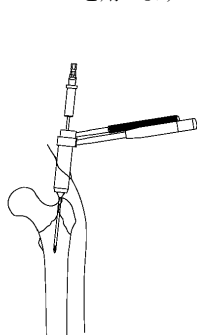
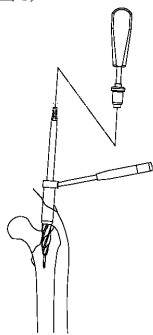

図3
図4
- 3) プロキシマルリーマー (T) を使用する場合は、スキンプロテクターにガイドピンスリーブを組み付け、3.2 ガイドピンの刺入後 (図3)、リーマー後端にグリップハンドルを接続し、リーミングします。 (図4)